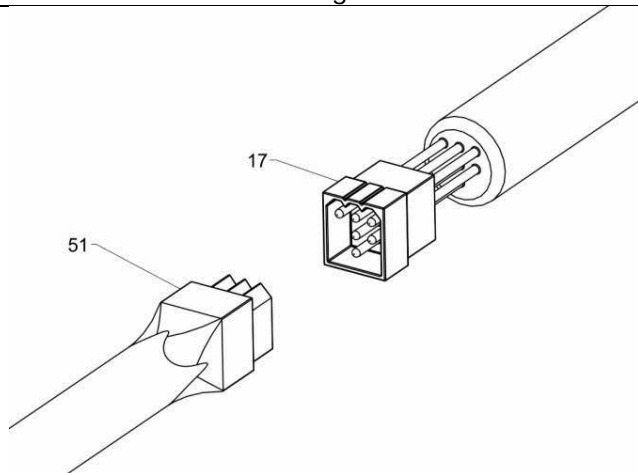

Abbildung 8. Anschluss der Schaltkastensteuerung G10755
7. Schließen Sie den Anschlussstecker der Schaltkastensteuerung (51) an den passenden Anschlussstecker des fahrzeugseitigen Kabelbaums (17) an, wie in Abbildung 8 dargestellt.